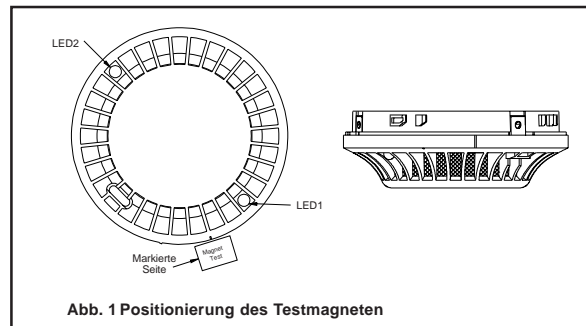

Abb. 1 Positionierung des Testmagneten
- Testen Sie den blinkenden Melder indem der Magnet ca. 2cm von LED 1 im Uhrzeigersinn entfernt, direkt an den Melder gehalten wird (s. Abb.1).